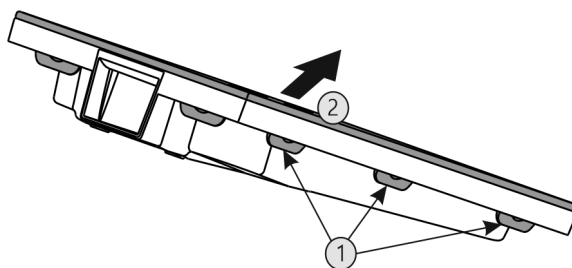

Fig. 82
- ▶ Tryk på alle lasker Fig. 82 (1) efter hinanden, og tag afdækningen Fig. 82 (2) af.